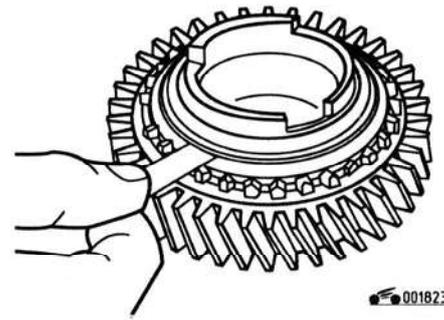

Рис. 5.25. Проверка внутреннего кольца синхронизатора II передачи
14. Проверьте износ колец синхронизатора (рис. 5.25 и 5.26). Для этого, расположив кольцо на ступицах, прижмите их к втулке и щупом измерьте зазор между внутренней поверхностью кольца и смежной с ней поверхностью втулки. Если зазор превышает 1 мм, замените кольца синхронизатора.